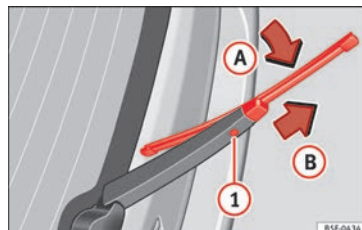

Fig. 80 Remplacement du balai d'essuie-glace arrière.
- Faites pivoter légèrement le balai d'essuie-glace » fig. 80 (flèche A).
- Maintenez la touche de déverrouillage ① enfoncée et tirez en même temps sur le balai dans le sens indiqué par la flèche B.
- Insérez sur le bras d'essuie-glace arrière un balai d'essuie-glace neuf **de même longueur et de même type** dans le sens contraire de la flèche B et jusqu'à ce que la touche ① s'encastre.